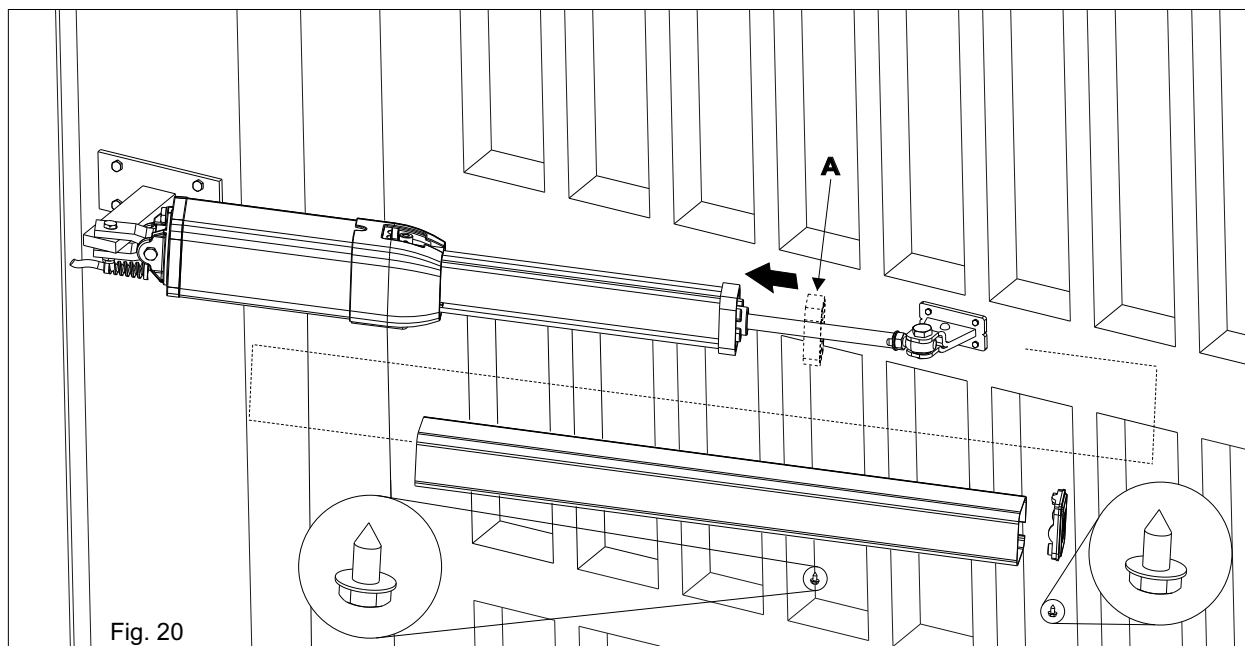

Fig. 20
Verificar de haber insertado el marco en plastica antivibracion (A) antes de insertar el estruso cubrevarilla (Fig. 20)